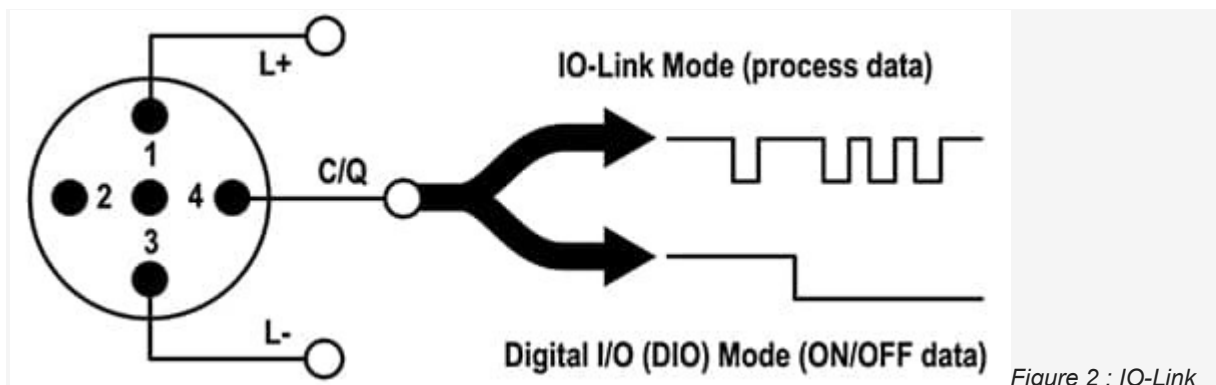

Figure 2 : IO-Link
Il existe deux classes de ports maîtres, A et B. Dans les ports de classe A, les broches 2 et 5 ne sont pas connectées (NC) et dans les ports de classe B, ces broches peuvent être configurées comme DI, DO, non connectées (NC) ou fournir une alimentation supplémentaire. Dans la plupart des installations industrielles, des connecteurs à déconnexion rapide M12 sont utilisés. Un résumé des affectations des broches telles que définies dans la norme CEI 60974-5 est illustré à la Figure 2 :